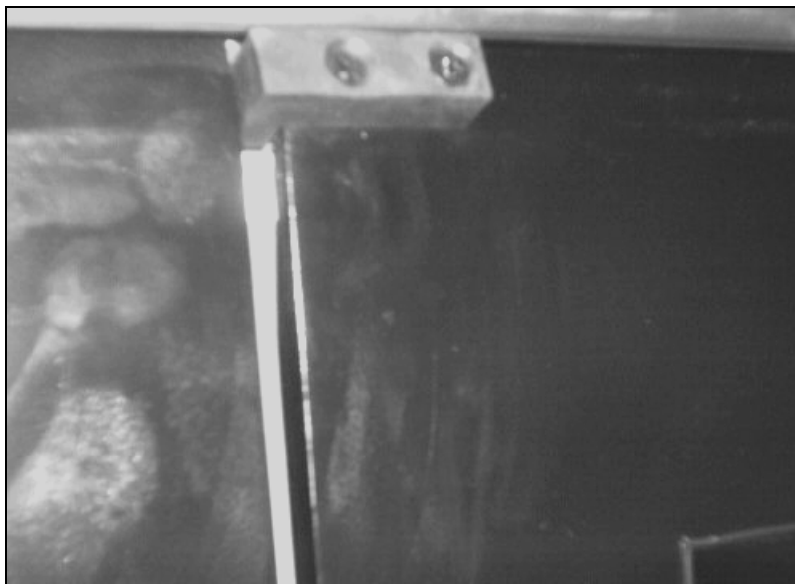

FIGURE 2: BLOC D'ARRÊT
2. Fixer les blocs d'arrêt (Prévoist no 292684) à l'aide des vis (Prévoist no 500260) (voir la fig. 2).
2. Appuyer les blocs d'arrêt (Prévost no 292344) contre la moulure extérieure et fixer les blocs d'arrêt à l'aide des vis (Prévost no 500260) (voir la fig. 2).